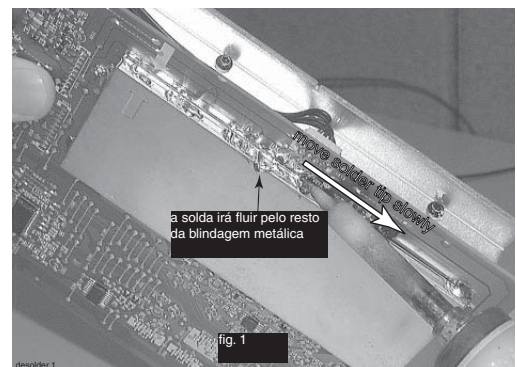

fig. 1
- 3) Segure o painel pelo lado superior direito como mostra a fig. 1. Aqueça os pontos de solda e mova a ponta do soldador vagarosamente ao longo da borda da blindagem.